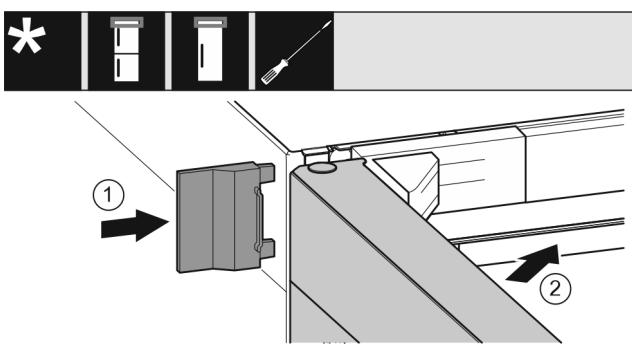

Fig. 23
- Нахлузете външния капак Fig. 23 (1).
- Затворете горната врата Fig. 23 (2).